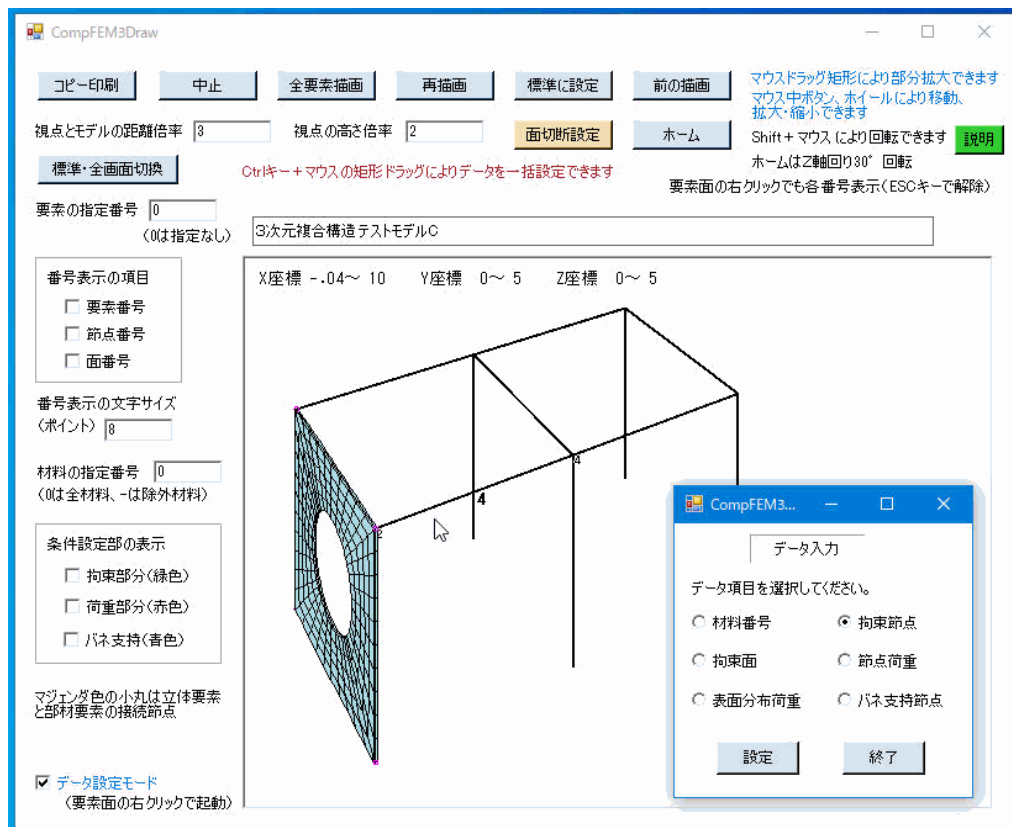
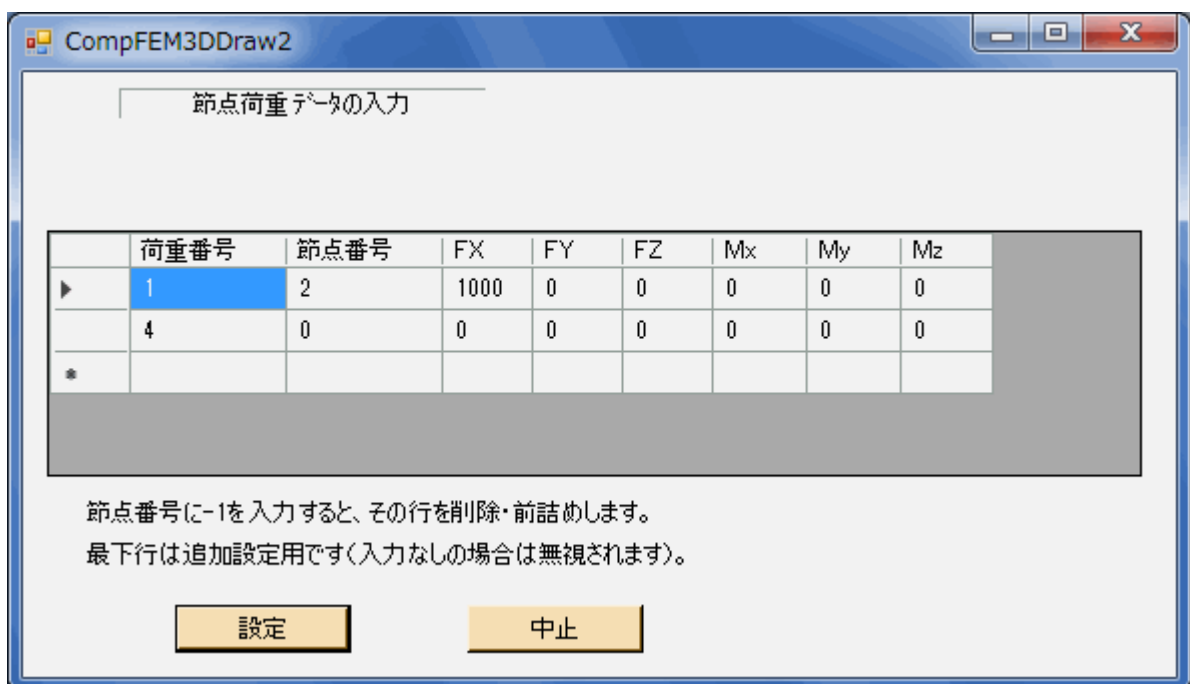

図4-22 構造作画のデータ設定モードにおけるデータ項目選択画面
図4-23 構造作画におけるデータ入力画面例（節点荷重の場合）
17) 「データ設定モード」を選択して、任意の要素面を右クリックすると図4-22のようにデータ項目選択画面が出て、境界条件等のデータ入力・変更を実施できます。ただし、「材料番号」は要素に対するデータ設定となります。
◇図4-22の画面でいずれかのデータ項目を選択し、「設定」ボタンをクリックすると図4-23のデータ入力画面に移ります。同図は節点荷重データの入力画面ですが、他のデータ項目でも同様です。同図でのデータ入力は、前述の「データ入力・修正」サブメニュー以降の各データ入力画面と同様です。なお、「材料番号」以外の本画面では、表の最下行にデータを追加できるようになっています。図4-23で「設定」ボタンをクリックすると、データ変更が実施されます。